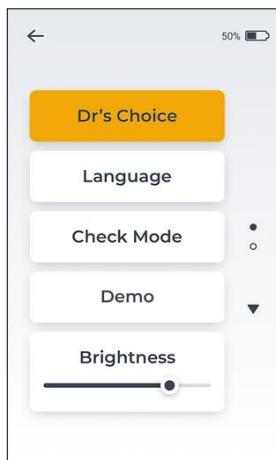
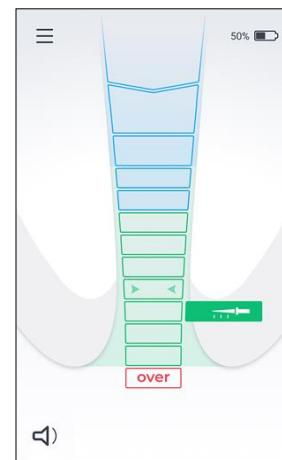

Fig. 12
Fig. 13
- Gå ind i menuen Settings (indstillinger), og tryk på fanen Dr's Choice (lægens valg) - se fig. 12. "Dr's Choice" (lægens valg) bliver orange, når den er aktiveret, og Dr's Choice (lægens vag) apikallinje vises på skærmen - se fig. 13.
- For at deaktivere Dr's Choice (lægens valg) apikallinje skal du gå til menuen Settings (indstillinger) og slå Dr's Choice lægens valg fra ved at trykke på fanen Dr's Choice (lægens valg) - se fig. 12.